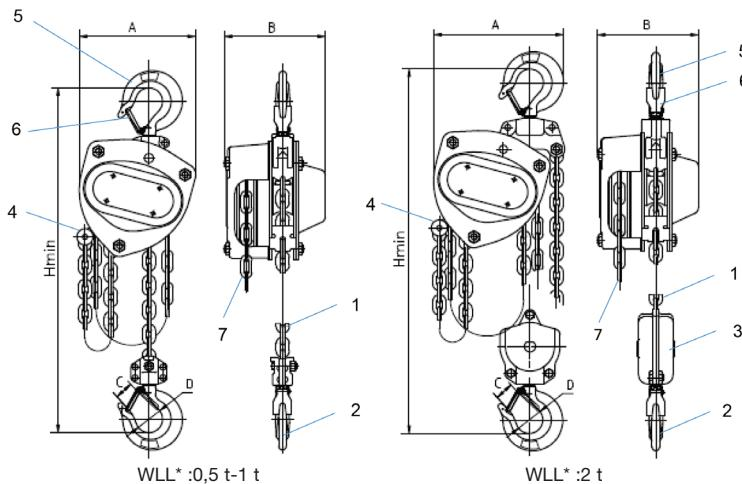

fig. 1
Tralift™ Cleantech-taljen er utstyrt med en løftekjetting (nr. 1, fig. 1) og en håndkjetting (nr. 7, fig. 1) som er kompatibel for en standard løftehøyde på 3 m.
Løftekjettingen består av en eller flere parter (se avsnitt 2, tekniske spesifikasjoner) som er utstyrt med en løftekrok i enden av kjettingen på løftesiden (nr. 2, fig. 1). Den andre enden av løftekjettingen (den frie enden), er festet til en nedre endestopp (nr. 4, fig. 1) som igjen er festet til apparatet.
- Kontroller at krokene (nr. 2, fig. 1 og kroksperrene (nr. 6, fig. 1) er i god stand.
- Kontroller at løftekjettingens frie ende er festet til apparatets nedre endestopp (nr. 4, fig. 1).
- Kontroller at Tralift™ Cleantech taljen er riktig festet til forankringskroken (nr. 5, fig. 1) og at kroksperren (nr. 6, fig. 1) er helt lukket (se figur 2 og 3).